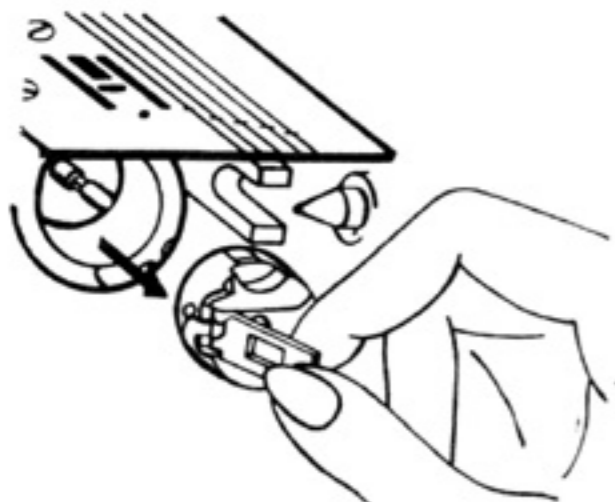

Рис. 7
9. Вынимание шпульного колпачка со шпулькой (рис. 7)
Путем вращения махового колеса нитепротягивательный рычаг устанавливают в крайнее верхнее положение. Затем выдвигают задвижную пластинку и через отверстие в платформе большим и указательным пальцами левой руки открывают защелку шпульного колпачка и вынимают шпульный колпачок со шпулькой (рис. 7).